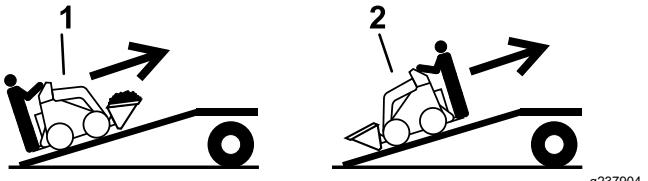

Figura 18
5. Caricate la macchina sul rimorchio con l'estremità più pesante sulla rampa, trasportando i carichi verso il basso (Figura 18).